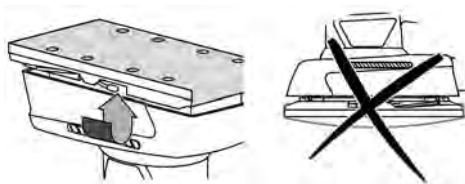

fig. 3 – desenho demonstrativo da lixa fixada
Em seguida fixe os grampos (6), verifique se a lixa está fixada corretamente e sem nenhuma folga, fig. 3. Para extrair a lixa puxe os grampos de fixação (6) e retire a lixa.